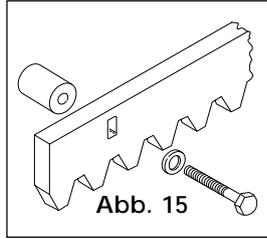

Abb. 15
4.4.2. VERSCHRAUBBARE STAHL-ZAHNSTANGE (Abb. 15)